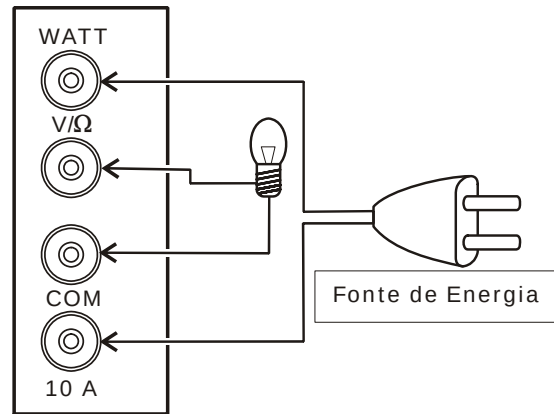

Figura 5-2.
- e.** A figura 5-2 mostra como exemplo a medição de uma lâmpada.